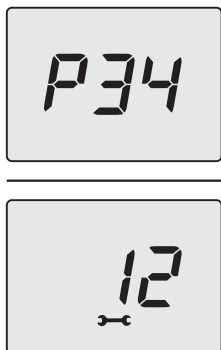

Figura 9.5
- Premere per 1 sec. il tasto 13 (Figura 5.79) per entrare nel parametro selezionato. Il display visualizzerà quanto segue (Figura 9.5).